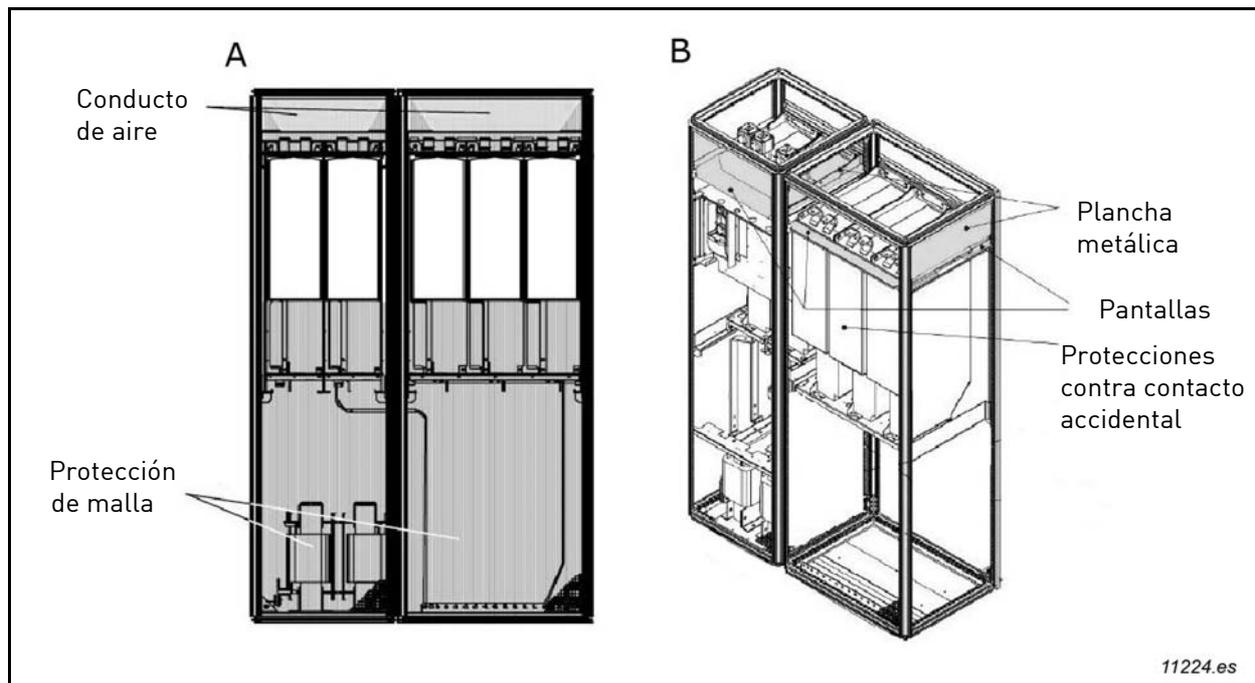

Figura 39. Guía para el flujo de aire de refrigeración del armario
- A. Instale un conducto de aire cerrado desde la unidad de potencia hasta la salida situada en la parte superior de la carcasa (señalada con la letra A en la Figura 39).
- B. Instale pantallas en los orificios entre la unidad de potencia y las paredes del armario (señalados con la letra B en la Figura 39). Coloque las pantallas sobre los orificios de la salida de aire a los lados del módulo.